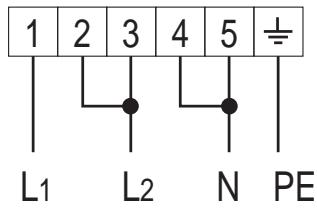

Abb. 2.2
- Phasen und Erdleiter gemäß Abb. 2.2, 2.3 an das Endstück "B" anschließen.